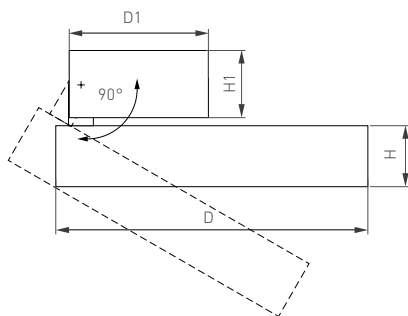

Рис. 1. Чертеж и габаритные размеры
- Открутите винт [4] крепления монтажного основания [1] (здесь и далее см. рис. 1).